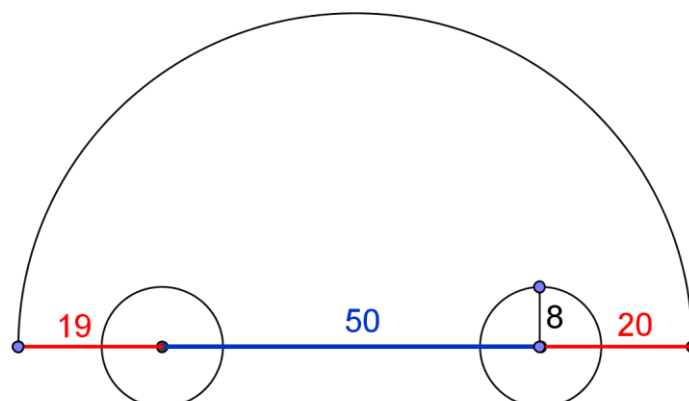

Abb. 3
Stellen dir ein realistischeres Modell als in Abb. 3 vor.
**Aufgabe 6.** Ist es möglich das Auto aus Abb. 3 (bei dem alle Maße in cm gegeben sind) über eine Steigung von  $28^\circ$  zu fahren? Achte darauf, welche Probleme beim Verlassen der Rampe, dem Ankommen in der Tiefgarage, entstehen. Es empfiehlt sich die Datei